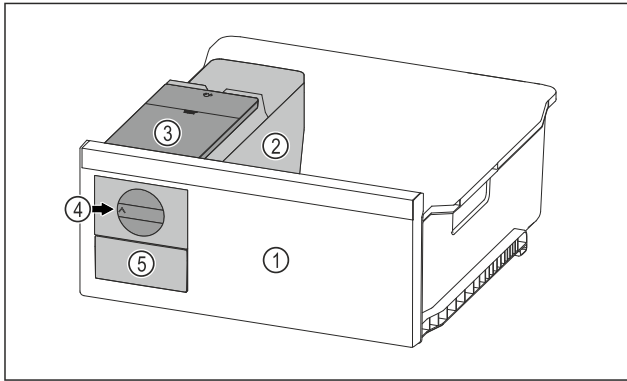

Fig. 79 Príklad zobrazenia
- ▶ Otočný gombík Fig. 79 (4) otočte v smere hodinových ručičiek až na doraz.
- ▷ Kocky ľadu vypadávajú z misky na kocky ľadu do zásuvky na kocky ľadu Fig. 79 (5).